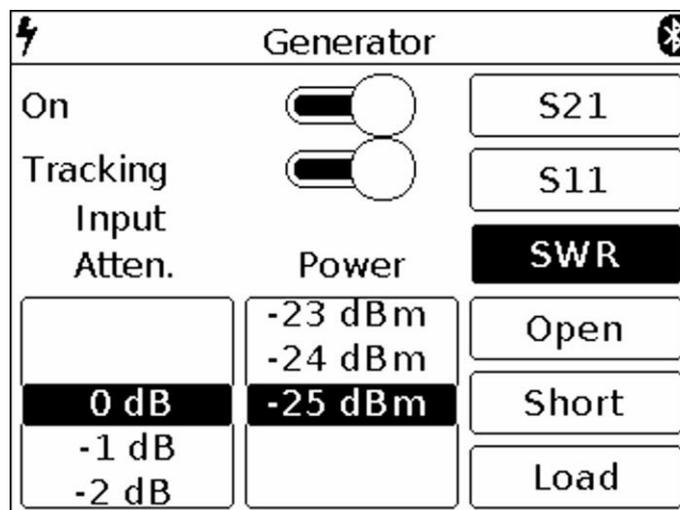

Рисунок 21 – Включение режима SWR
7.8.1. Для измерения коэффициента стоячей волны, необходимо выбрать режим **SWR** (Рисунок 21). Коэффициент стоячей волны измеряется в режиме **SWR**. График будет отображен с вертикальной осью в виде числового коэффициента стоячей волны. По горизонтальной оси отображается заданный диапазон частот сигнала.